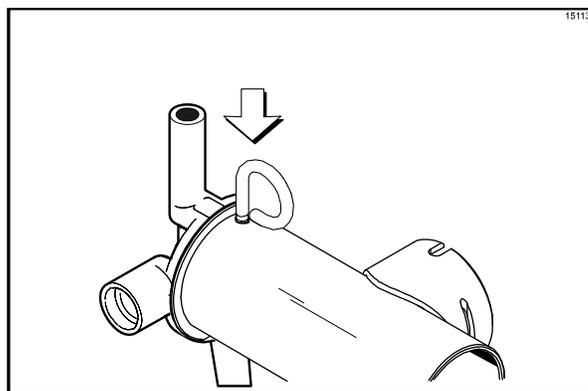

图 151
9. 将固定插锁插入泵缸一端的十字孔内以固定泵零件的位置。(见图 151。)